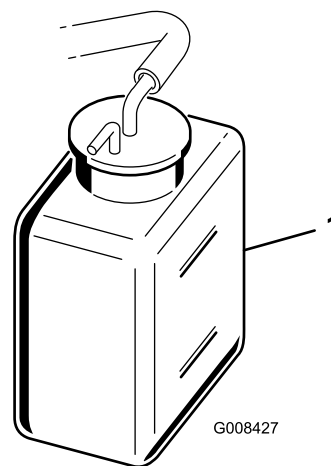

Figure 28
2. Vérifiez le niveau du liquide de refroidissement (Figure 28). Il doit se situer entre les deux traits du vase d'expansion quand le moteur est froid.